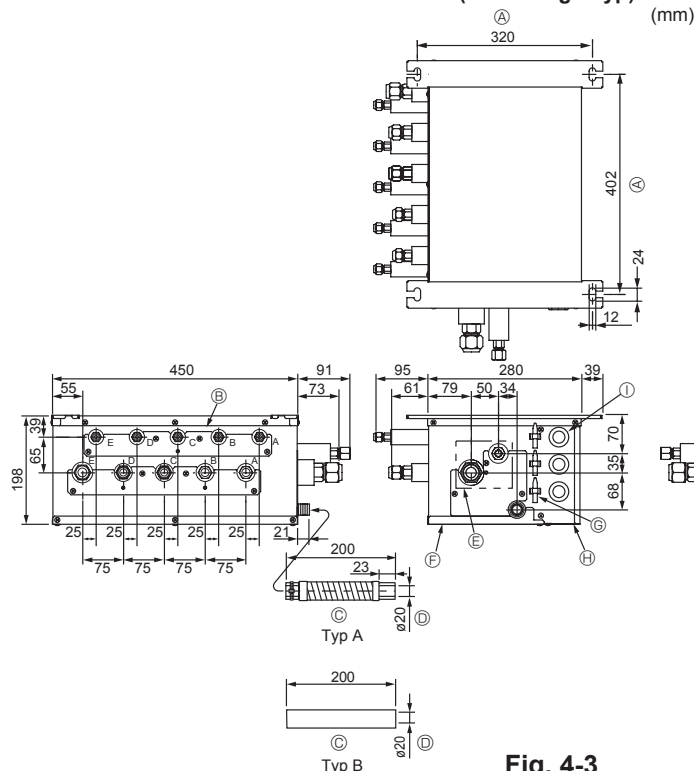

Fig. 4-3
■ PAC-AK51BC/PAC-AK52BC/PAC-AK53BC (Fig. 4-3)
- (1) Montieren Sie die Tragbolzen (zusätzlich zu erwerben) mit dem angegebenen Abstand (Fig. 4-3, 4-4).